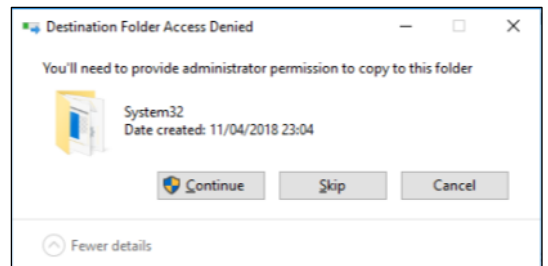

Abb. 2.2
- Möglicherweise werden Sie um Erlaubnis des Administrators gebeten, die Datei zu ersetzen, die Sie durch Anklicken von **Weiter** akzeptieren können (Abb. 2.2).